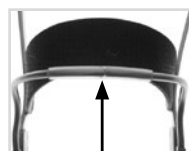

Fig. 25
- 4 Collegare le prolunghe della leva con una distanza di ca. 1 mm l'una dall'altra con l'ausilio del tubo di collegamento per prolunga della leva (fig. 25).